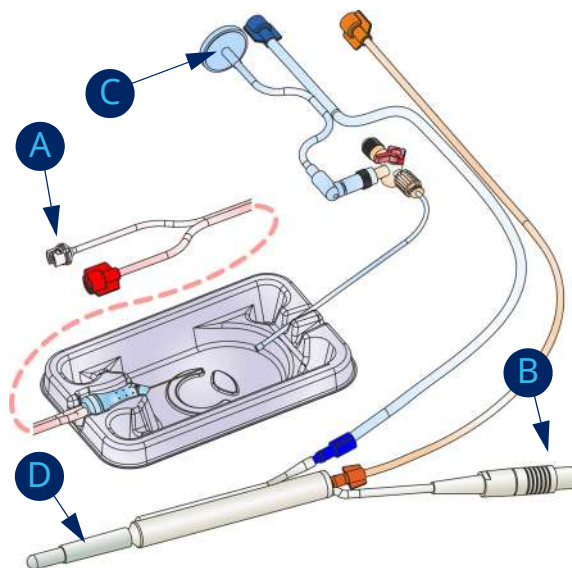

Fig. 61: Подготовка к использованию (комбинированная процедура)
- ➡ 6. Переведите 2-ходовой клапан в положение: Воздух **ВЫКЛ.** (рис. 61)